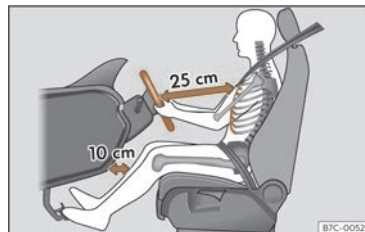

Fig. 31 La separació correcta entre el conductor i el volant ha de ser de 25 cm com a mínim (10 polzades).
- Ajusteu el volant de manera que quedi a una distància, d'almenys, 25 cm (10 polzades) de l'estern >>> **fig. 31** i el pugueu subjectar amb les dues mans pels costats, per la part exterior, amb els braços lleugerament flexionats.